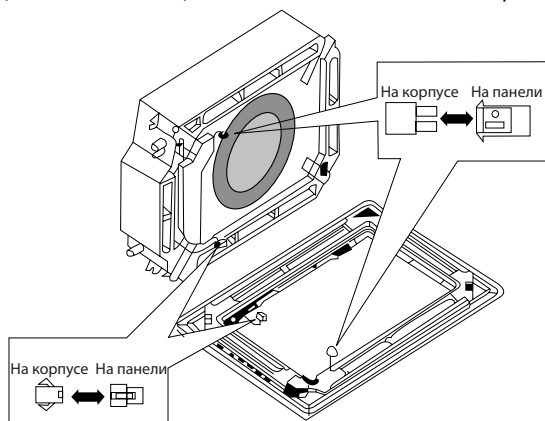

Рис. 34
4. Подключите двигатель качающихся жалюзи, как показано на рис. 34.